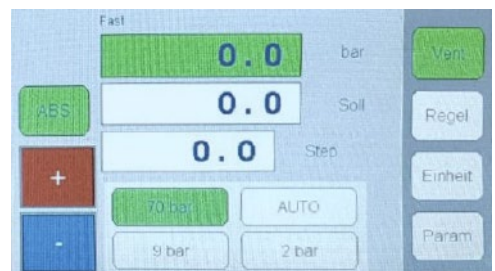

Abb. 11.5
- Schalten Sie das Gerät ein. Es erscheint das **Anzeigenmenü** (⇒ Abb. 11.5):